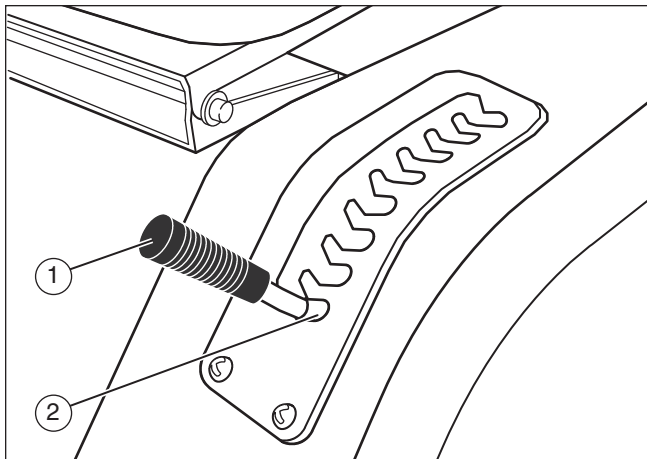
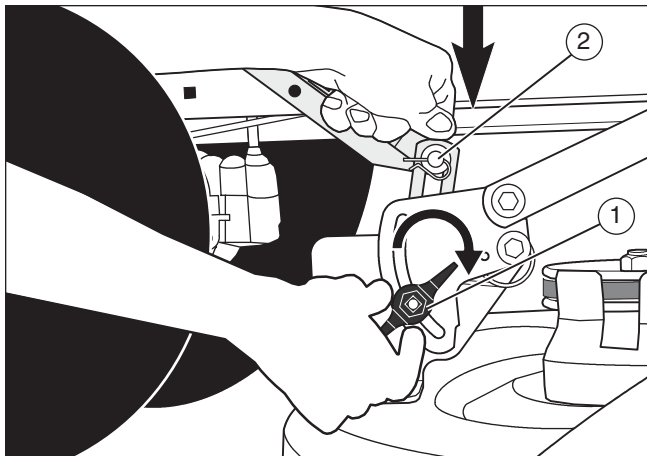

Figura 13
Figura 14
- Spostare la leva di sollevamento (1) sulla posizione di taglio più bassa (2) (Figura 13).
4. Allentare le manopole di regolazione sinistra e destra (1) (Figura 14). Premere ciascun lato dell'alloggiamento del tagliaerba. Assicurarsi che entrambi i lati sull'alloggiamento del tagliaerba siano appoggiati su una superficie piatta. Verificare inoltre che gli anelli di sollevamento siano allentati e che siano in grado di muoversi liberamente verso l'alto e verso il basso.
5. Spingere verso il basso gli anelli di sollevamento (2) e stringere le manopole di regolazione a destra e a sinistra. Accertarsi che le manopole di regolazione siano ben strette. Se necessario, stringerle utilizzando una chiave.
6. Sollevare la leva di sollevamento (1) (Figura 13).